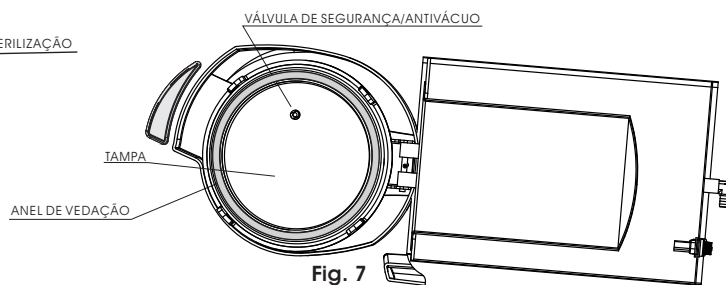

Fig. 7
- 3► **VÁLVULA DE SEGURANÇA/ANTI-VÁCUO** - Válvula que se abre quando a pressão alcança de 2,5 a 3 kgf/cm² / 245 a 294 kPa ou no caso de formação de vácuo (Fig. 7, pág. 5).